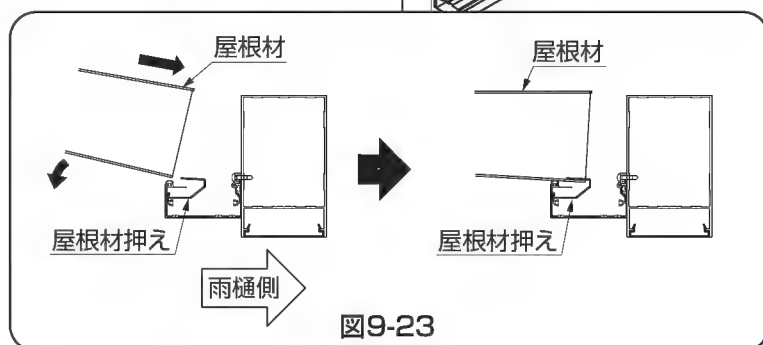

図9-23
①屋根材を屋根材押えに、はめ込み位置を確認して取付けてください。（図9-23参照）
●屋根材は屋根材押えの奥まではめ込んでください。（図9-23参照）